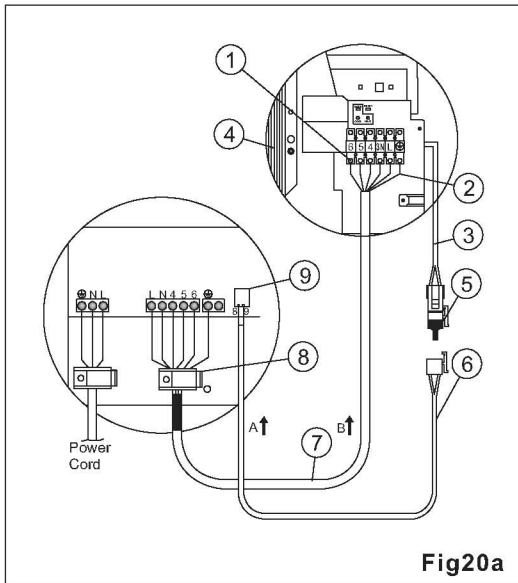
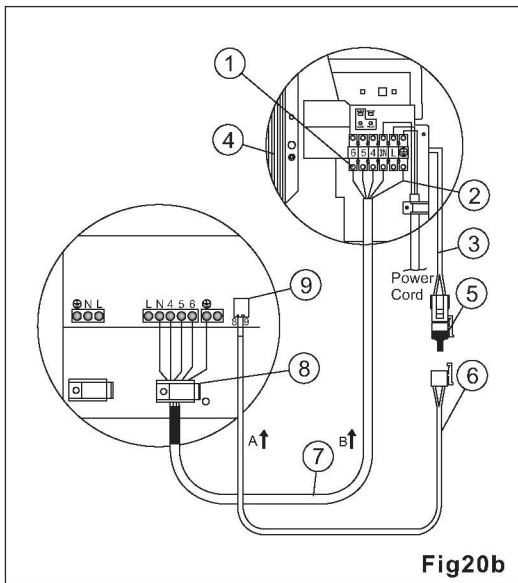
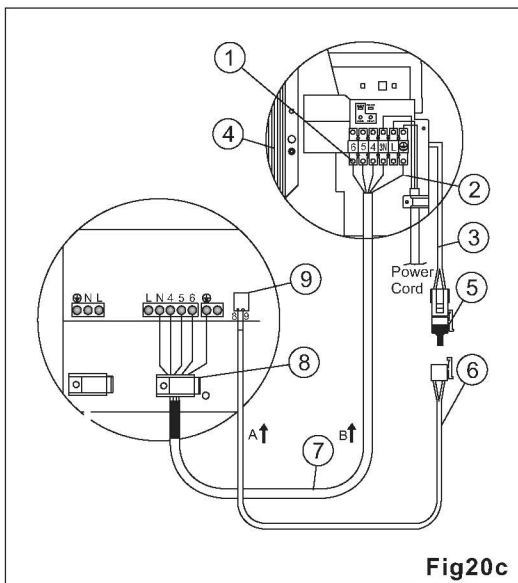

Fig. 20a (WNG 24 1PH)
Fig. 20b (WNG 24 1PH)
Fig. 20c (WNG 24 3PH)
3. Connettere le estremità del cavo al terminal delle unità interna ed esterna, come illustrato in fig. 20a, fig. 20b, fig. 20c.
4. Formare un'asola e connettere il filo della messa a terra giallo/verde (2) alla vite di messa a terra dell'unità interna, come illustrato in fig. 20a, fig. 20b, fig. 20c.